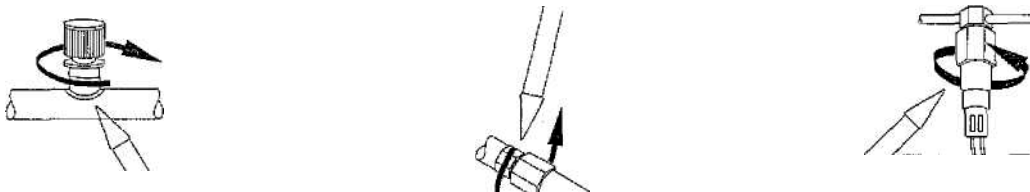

Рис. 4
5. В каждой проверяемой зоне зонд следует перемещать вокруг этого места со скоростью не более чем 25 - 50 мм в секунду (1-2 дюйма/сек), и на расстоянии не более 5 мм (1/4 дюйма) от поверхности, охватывая целиком всю область. Более медленное и более близкое к поверхности перемещение зонда существенно увеличивает вероятность обнаружения утечки (см. рис. 4). Любое увеличение скорости прерывистого звукового сигнала будет сигнализировать об утечке.